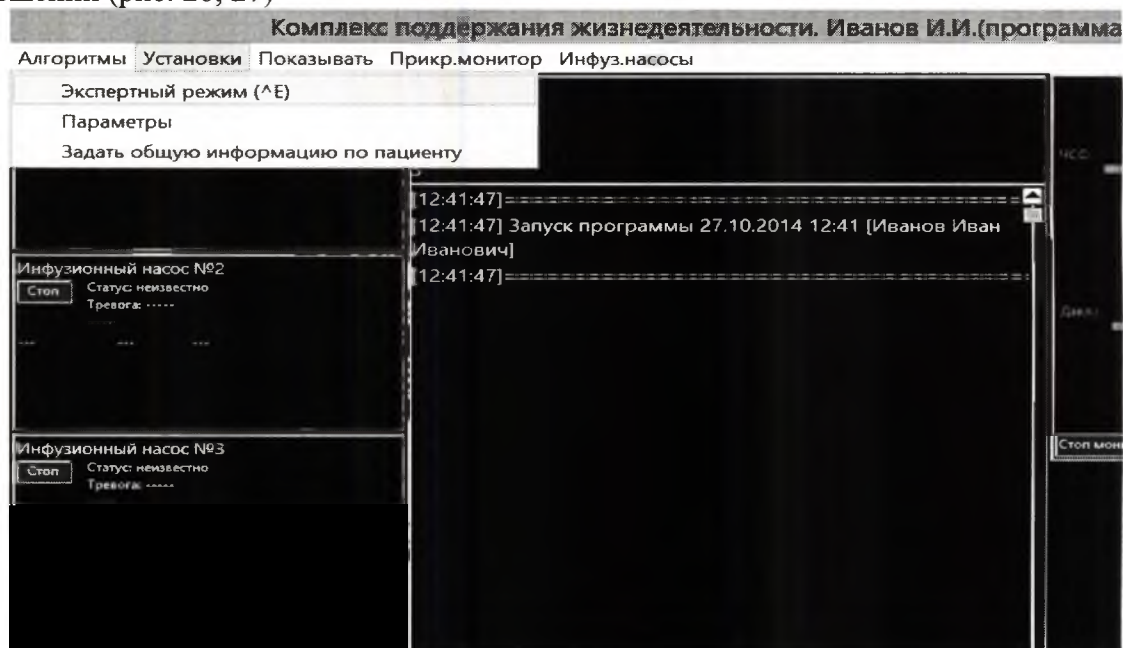

Рисунок 26. Вид меню *Установки*.
2.3.4.7 При наличии уже имеющегося диагноза, можно в меню *Установки* выбрать *Экспертный режим*. Данный режим позволяет начать работу с инфузионными насосами активирует кнопки *Управл.* на области дисплея отражающей статус инфузионного насоса. *Экспертный режим не позволяет* использовать систему поддержки принятия решений (рис. 26, 27)